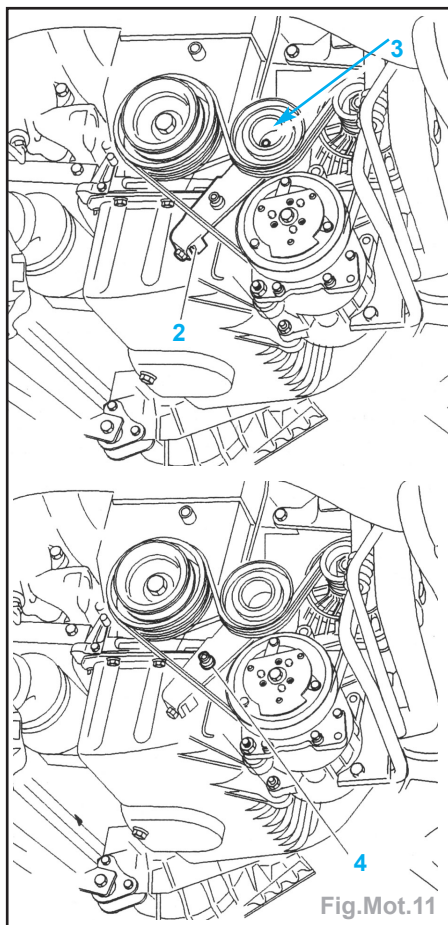

Fig.Mot.11
- Desserrer sur le support du galet tendeur (2), la vis (3) et la vis (4) (Fig. Mot.11).